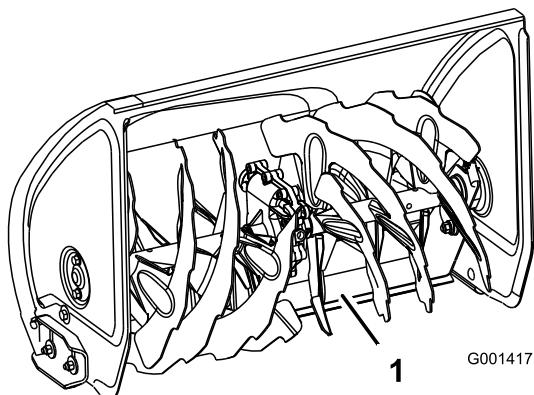

Figure 44
4. Appuyez sur le guidon pour permettre à la lame racleuse pivotante d'avancer complètement, puis abaissez l'avant de la souffleuse à neige de sorte que le bord avant de la lame racleuse touche le sol (Figure 44).